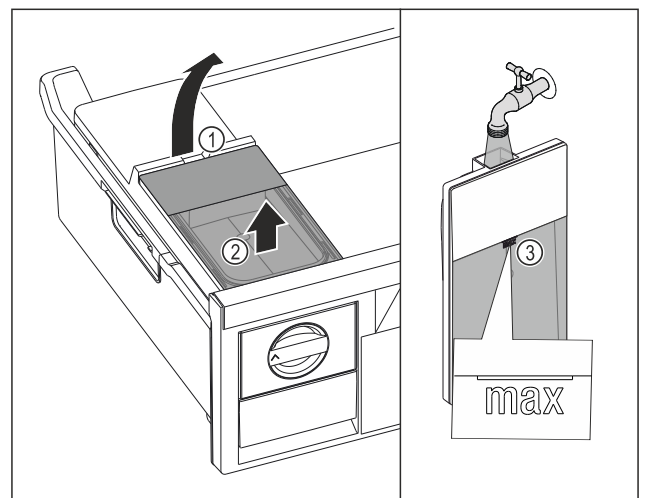

Fig. 156
- ▶ Soulever le réservoir d'eau par l'encoche Fig. 156 (1).
- ▶ Retirer le réservoir d'eau par le haut. Fig. 156 (2)
- ▶ Remplir le réservoir d'eau potable jusqu'au repère Fig. 156 (3).